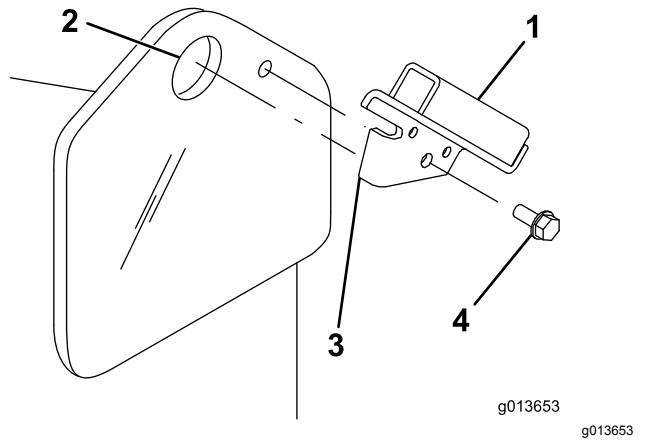

Figura 3
2. Sujete el soporte al bastidor con un tornillo autorroscante (Figura 3).
1. Introduzca la pestaña del soporte del protector en el taladro del punto de elevación de la unidad de tracción, alineando el taladro del soporte con el taladro pequeño del bastidor de la unidad de tracción (Figura 3).
Nota: Hay un soporte izquierdo y un soporte derecho. Asegúrese de instalar el soporte correcto en cada lado. La pestaña debe encajar en el taladro del punto de elevación, y el soporte debe quedar en el exterior del bastidor (Figura 3).